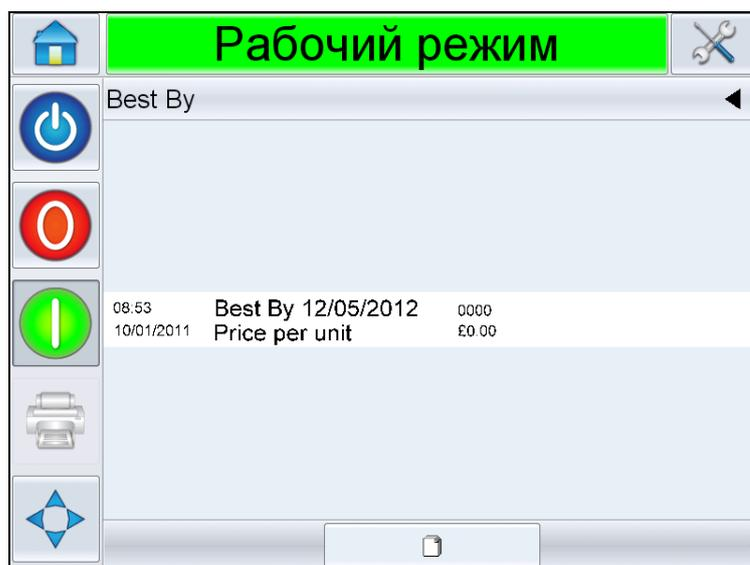

Рис. 6-2: Страница «Подробная информация о текущем задании»
- 2 Откроется окно предварительного просмотра задания на печать, как показано на Рис. 6-2.